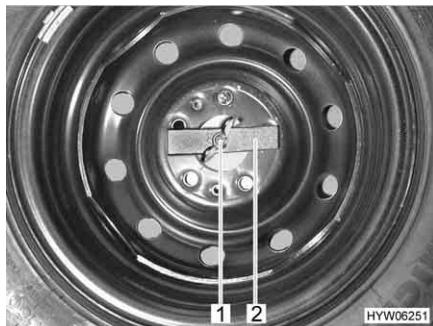

Fig. 164 Ruota di scorta nel gavone di coda
- Svitare manualmente il dado ad alette (Fig. 164,1) e rimuoverlo.
- Rimuovere la barretta di compressione (Fig. 164,2).